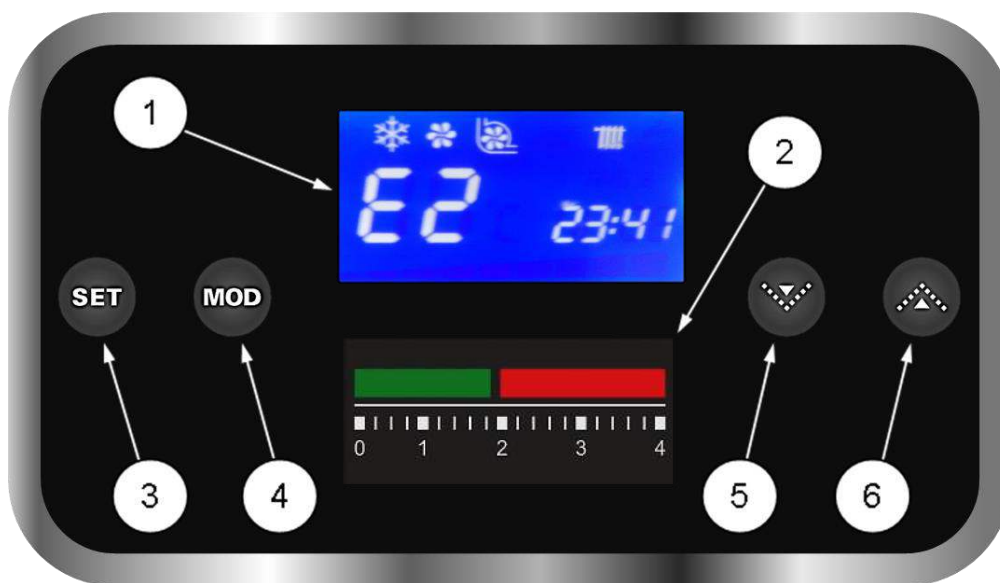

Рис. 6 Панель управления котлом
- Проверьте по манометру (см. рис. 6) на панели управления электрокотлом давление теплоносителя в электрокотле и СО. Давление должно быть в пределах от 0,13 до 0,15 МПа.